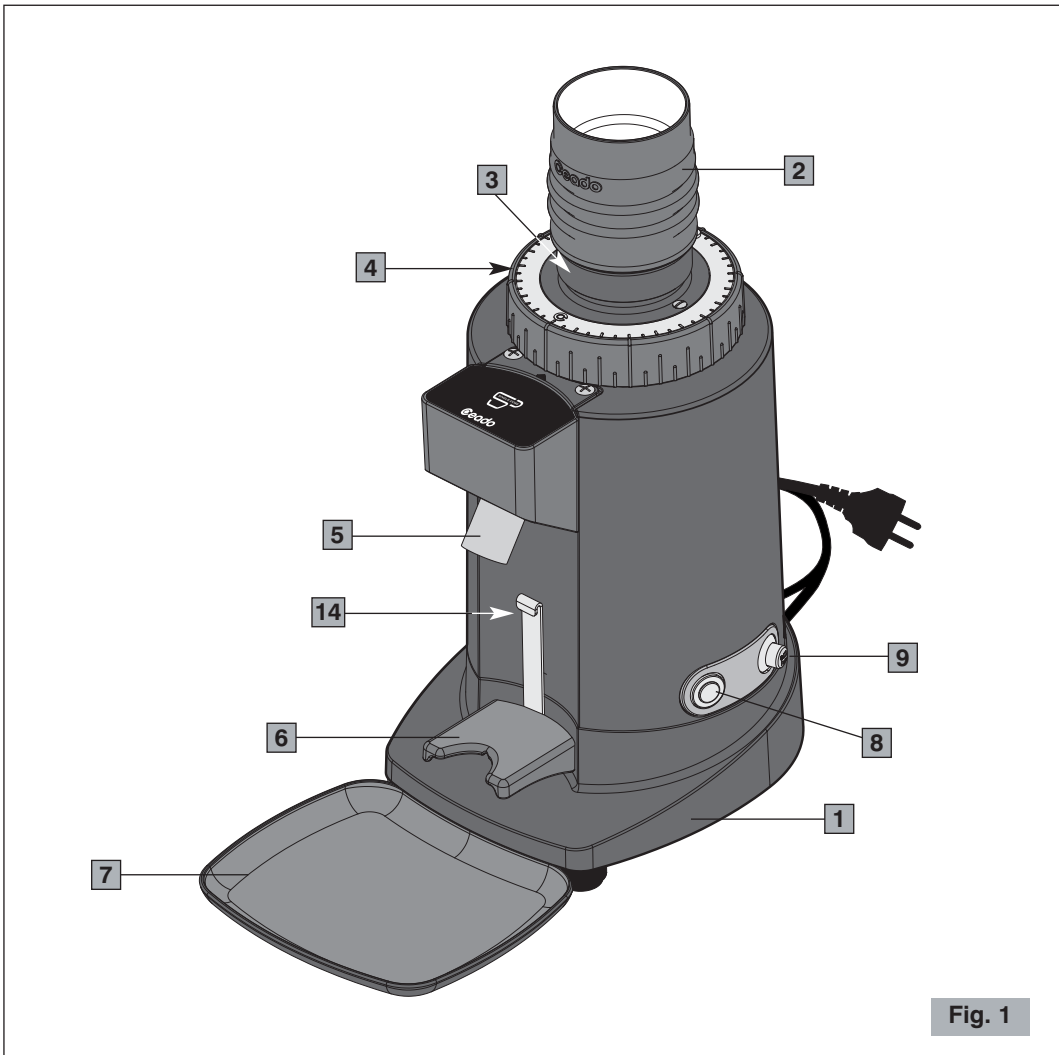
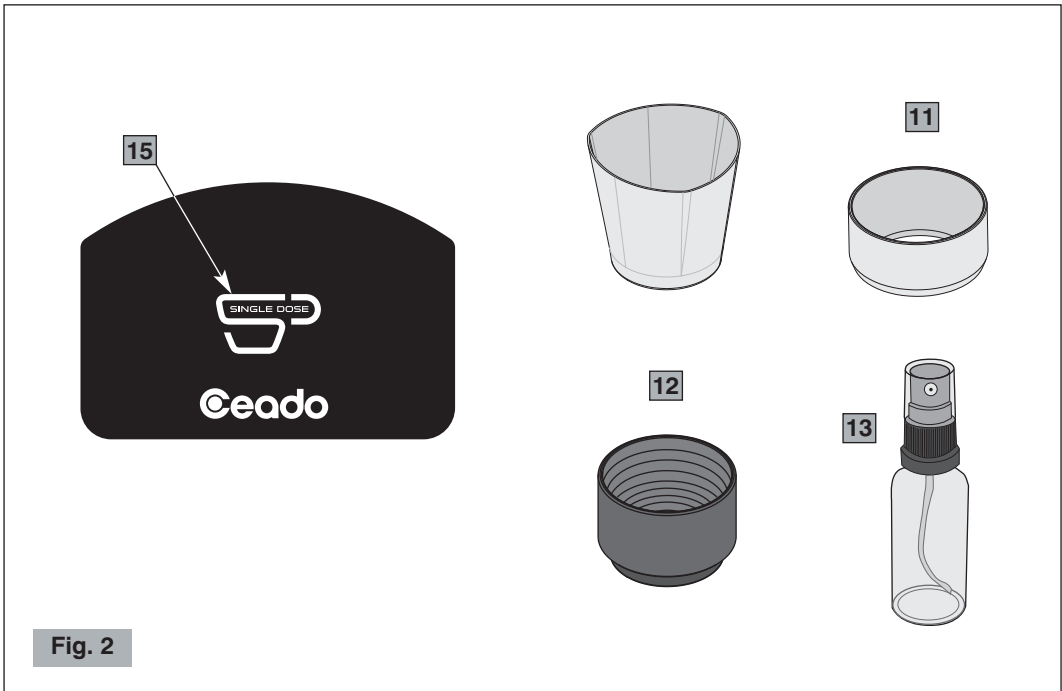

Fig. 1
Fig. 2
Componenti principali (Fig. 1, Fig. 2)
Prima di collegare la spina alla presa accertarsi che l'interruttore ON-OFF (9 Fig. 1) sia in posizione "O" di spento.
- 1** Portare l'interruttore ON-OFF sulla posizione "I" (9 Fig. 1).
- 2** Preparare la quantità desiderata di chicchi di caffè da macinare dentro l'apposito mescolatore (12 Fig. 2).
- 3** Posizionare la coppa porta-filtro sopra la forcella (6 Fig. 1) (con o senza l'imbuto in dotazione 11 Fig. 2). Se si vuole versare il caffè nel contenitore in dotazione (10 Fig. 2), posizionarlo sopra la forcella bloccandolo sotto il supporto (14 Fig. 1).
- 4** Avviare il motore con il pulsante di avvio/arresto (8 Fig. 1). Il logo luminoso (15 Fig. 2) si accende.
- 5** Per ridurre l'elettricità statica (presente soprattutto in alcune tipologie di caffè) applicare 2-3 spruzzi d'acqua mediante la bocchetta spray fornita in dotazione (13 Fig. 2) sui chicchi pronti per la macinatura.
- 6** Versare la quantità desiderata di chicchi di caffè nell'imbocco del soffietto (2 Fig. 1).
Se il logo luminoso (15 Fig. 2) comincia a lampeggiare e ci si accorge che il tempo rimanente non sarà sufficiente per macinare tutti i chicchi di caffè, premere di nuovo sul tasto di avvio/arresto (8 Fig. 1).
- 7** Dopo che tutti i chicchi di caffè siano stati completamente macinati, colpire il soffietto (2 Fig. 1) con il palmo della mano, assicurandosi di coprire completamente il suo imbocco, in modo da far cadere tutto il caffè macinato.
Funzioni del pulsante di avvio/arresto motore e tempo di macinatura (8 Fig. 1)